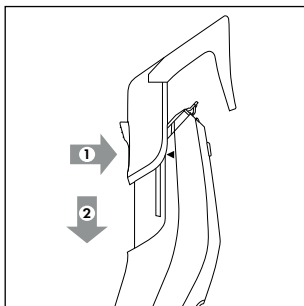

Fig. 2
- ▶ N'utilisez jamais l'appareil avec un sabot ❿/⓫ défectueux ou cassé. L'absence de dents sur le sabot ❿/⓫ peut entraîner un risque de blessures.
- ▶ Éteignez l'appareil avant de mettre en place ou de retirer un sabot ❿/⓫.
- ◆ Pour insérer un sabot **10/11** poussez-le en dessous de la tête de coupe **1** sur l'appareil. Veillez pour cela aux rails de guidage **3** à gauche et à droite. Poussez ensuite le sabot **10/11** le long des rails de guidage **3** vers le bas (voir fig. 2). Pour cela, maintenez appuyé le bouton à l'arrière du sabot **10/11**.